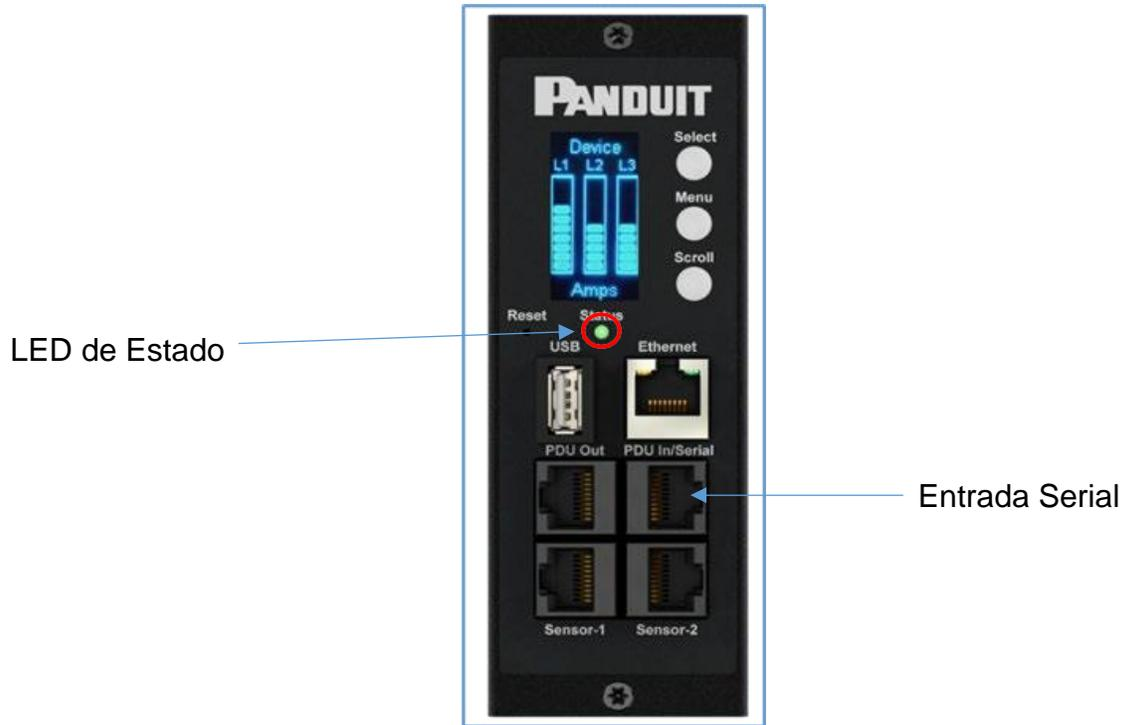

Figura 2: LED de estado y Puerto Serial Identificado
3. Compruebe el acceso a la interfaz Web. El LED Ethernet del panel frontal de la PDU muestra el estado de la comunicación por color y la actividad de la pantalla (vea Figura 2).